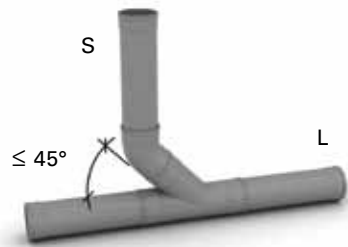

fig. 2.3.3b
Stående samlingsledning (S) ska anslutas till liggande samlingsledning (L) med grenrör med vinkeln $\alpha \leq 45^\circ$. Se fig. 2.3.3b.